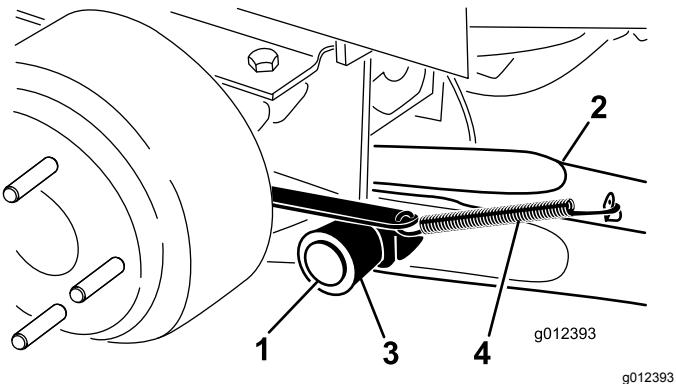

Figura 4
- Monte un brazo de elevación en el soporte pivotante con un pasador de giro y un pasador de seguridad (Figura 4). Monte el brazo de elevación con la curva hacia fuera.
- Enganche el muelle de retorno del freno en la pestaña del brazo de elevación (Figura 4).